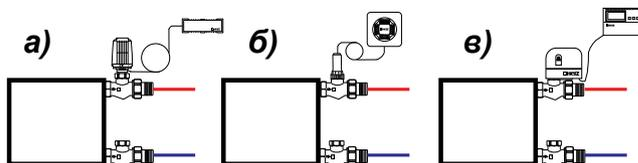

Рис. 8
19. В случае размещения термостатов в нишах для отопительных приборов или перекрытия их декоративными экранами или занавесками необходимо предусмотреть установку термостатической головки с выносным датчиком (рис. 8). На рис. 8а показана головка термостата с выносным датчиком и капиллярной трубкой, на рис. 8б - головка термостата с дистанционной регулировкой и на рис. 8в – термостатический клапан с электротермоприводом и электронным комнатным регулятором.